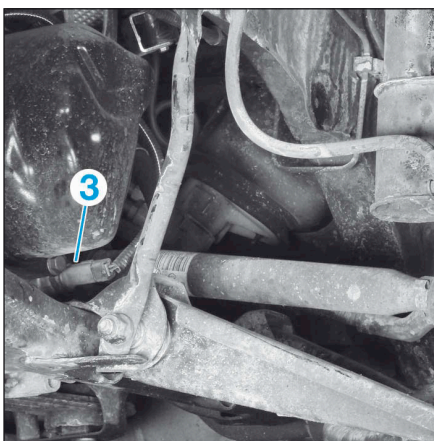

FIG.3
- Débrancher le connecteur de marche arrière (3) (Fig.3).